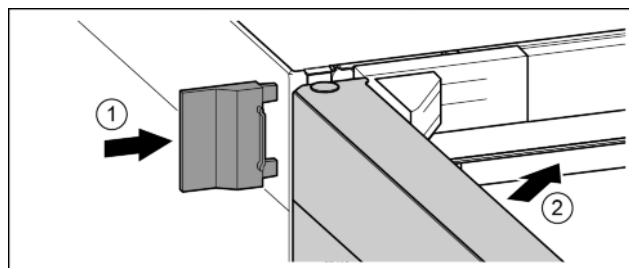

Fig. 21
- ▶ Надвинуть внешнюю крышку. Fig. 21 (1)
- ▶ Закрыть верхнюю дверь. Fig. 21 (2)